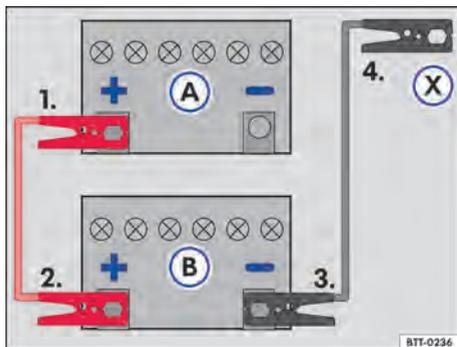

Fig. 123 Esquema para a conexão dos cabos auxiliares de partida: bateria do veículo descarregada (A) e bateria do veículo fornecedora de corrente (B).
Legenda para → Fig. 123:
- Conectar uma extremidade do cabo auxiliar de partida *vermelho* ao polo positivo → Fig. 123 ④ do veículo com a bateria do veículo descarregada ⑤ → ⚠.
- Conectar a outra extremidade do cabo auxiliar de partida *vermelho* ao polo positivo ④ da bateria do veículo fornecedora de corrente ⑥.
- Conectar uma extremidade do cabo auxiliar de partida *preto* ao polo negativo ⑦ da bateria do veículo fornecedora de corrente ⑥.
- Conectar a outra extremidade do cabo auxiliar de partida *preto* ⑧ no veículo com a bateria do veículo descarregada em uma peça maciça de metal aparafusada firmemente ao bloco do motor ou no próprio bloco do motor - porém não nas proximidades da bateria ⑤ → ⚠.